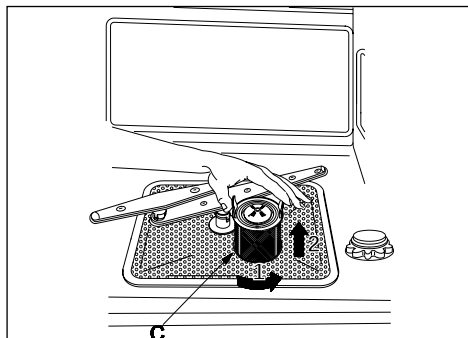

fig. 16a
### Filtres (voir fig. 16a, 16b, 16c, 16d)
- Retirez le groupe de filtres (C). Pincez légèrement les languettes et dévissez le groupe de filtre en tournant vers la gauche (à l'envers des aiguilles d'une montre) (1). Tirer l'élément filtre vers le haut (2) (voir fig. 16a).